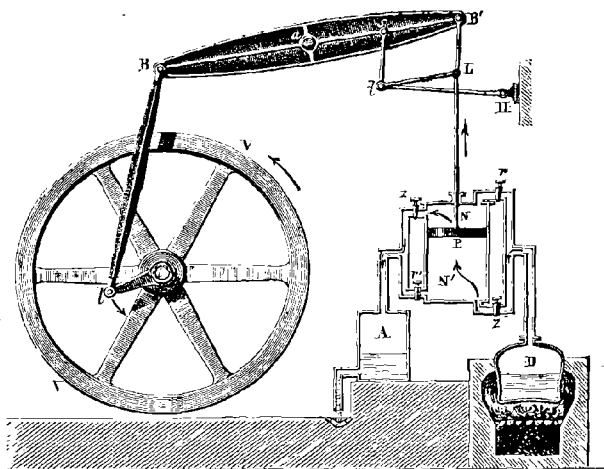

Fig. 92.
2. La machine qui résulte de ces nouvelles recherches a reçu le nom de **machine à double effet**, parce qu'elle utilise les deux mouvements du piston, celui de haut en bas aussi bien que celui de bas en haut. Elle exécute donc deux fois plus d'ouvrage que la machine à simple effet; mais aussi elle dépense deux fois plus de vapeur. La *fig. 92* est destinée à donner une
Ainsi, soit qu'on emploie des robinets, soit qu'on se serve du tiroir, le piston monte et descend alternativement. Pour que sa tige conserve le mouvement rectiligne qui lui est ainsi communiqué, elle est liée au balancier BB (*fig. 92*), non pas par une chaîne, comme dans la machine de Newcomen, mais à l'aide d'un mécanisme très-ingénieux B'Lts, qu'on appelle *parallélogramme articulé*, à cause de sa forme et du mode d'assemblage de ses quatre côtés. Enfin, de l'extrémité opposée du balancier, descend une forte tige Bl nommée *bielle*, qui s'articule avec une tige plus courte *l*, qu'on appelle *manivelle*. Enfin, le bout opposé de celle-ci est fixé au centre d'une grande roue massive VV, dite *volant*, et peut tourner avec cette roue. En examinant l'agencement de ces diverses pièces, on voit que, par suite de l'action du piston, le balancier s'abaissant, abaisse en même temps la bielle, et celle-ci pousse la manivelle, qui fait tourner le volant dans le sens indiqué par la flèche. Quand le piston est arrivé au haut de sa course, la bielle et la manivelle se trouvent dans la même direction et n'ont aucune action l'une sur l'autre. Elles sont à ce qu'on appelle un *point mort* : elles resteraient immobiles ; mais, en vertu de la vitesse acquise, le volant leur fait dépasser cette position, et le piston effectuant alors sa descente, la rotation se continue dans le même sens jusqu'à ce que le piston arrive au bas de sa course. A ce moment, il y a un deuxième point mort, qui est dépassé de la même manière que le premier l'a été. Un mouvement de rotation continu est donc produit par la combinaison de la bielle et de la manivelle, et ce mouvement peut être transmis à un arbre pour faire fonctionner toute espèce de machines.